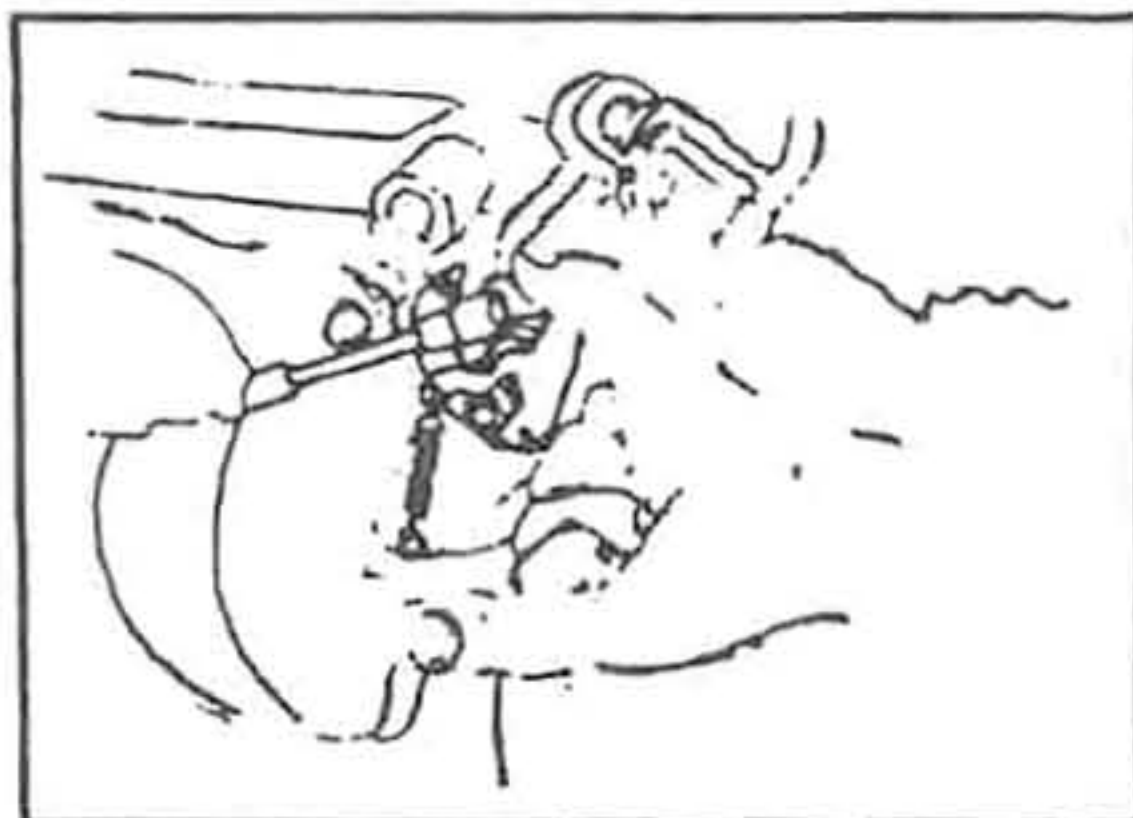

Рис. 185.
1. Проверьте состояние рычажного механизма дроссельной заслонки: рычаги управления дроссельной заслонкой должны перемещаться свободно, без заеданий и стопорения (рис. 185).